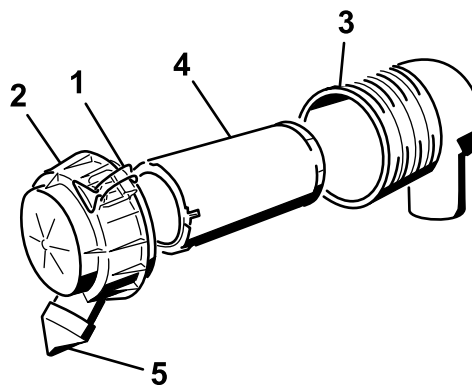

Figura 22
3. Abra los cierres del limpiador de aire y tire de la tapa de la entrada de aire para separarla del cuerpo del filtro de aire (Figura 22).
6. Extraiga con cuidado el filtro del cuerpo del filtro de aire (Figura 22).
8. Instale el filtro con cuidado (Figura 22).
9. Instale la tapa del limpiador de aire con el tapón antipolvo orientado hacia abajo, y cierre los enganches (Figura 22).